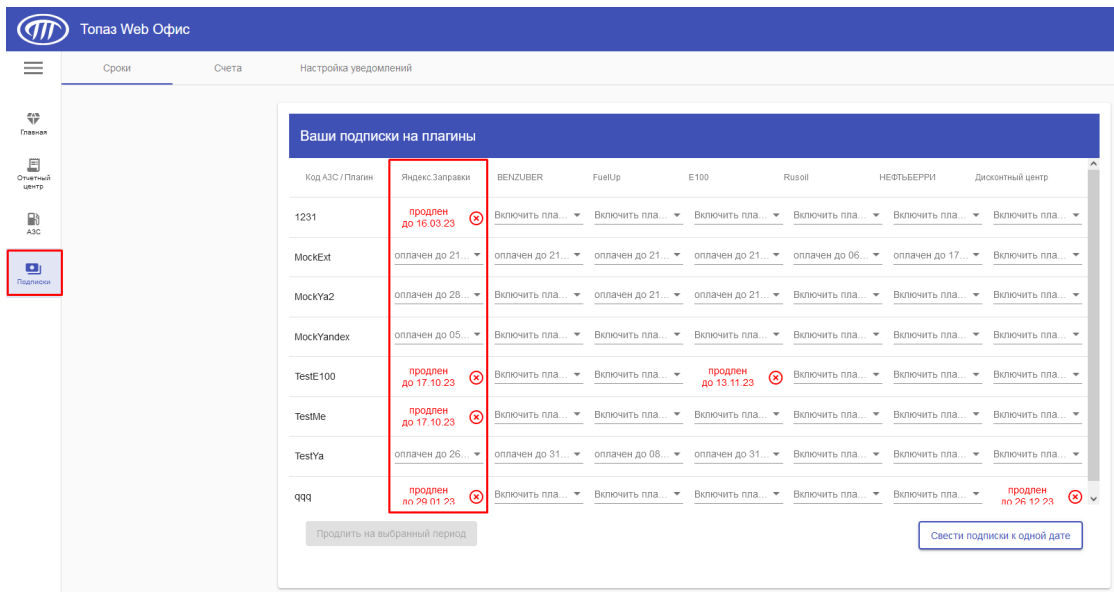

Рисунок 129.
25. В таблице "Ваши подписки на плагины" в колонке "Яндекс. Заправки" выберите подписку на интересующий Вас срок (рисунок 129):